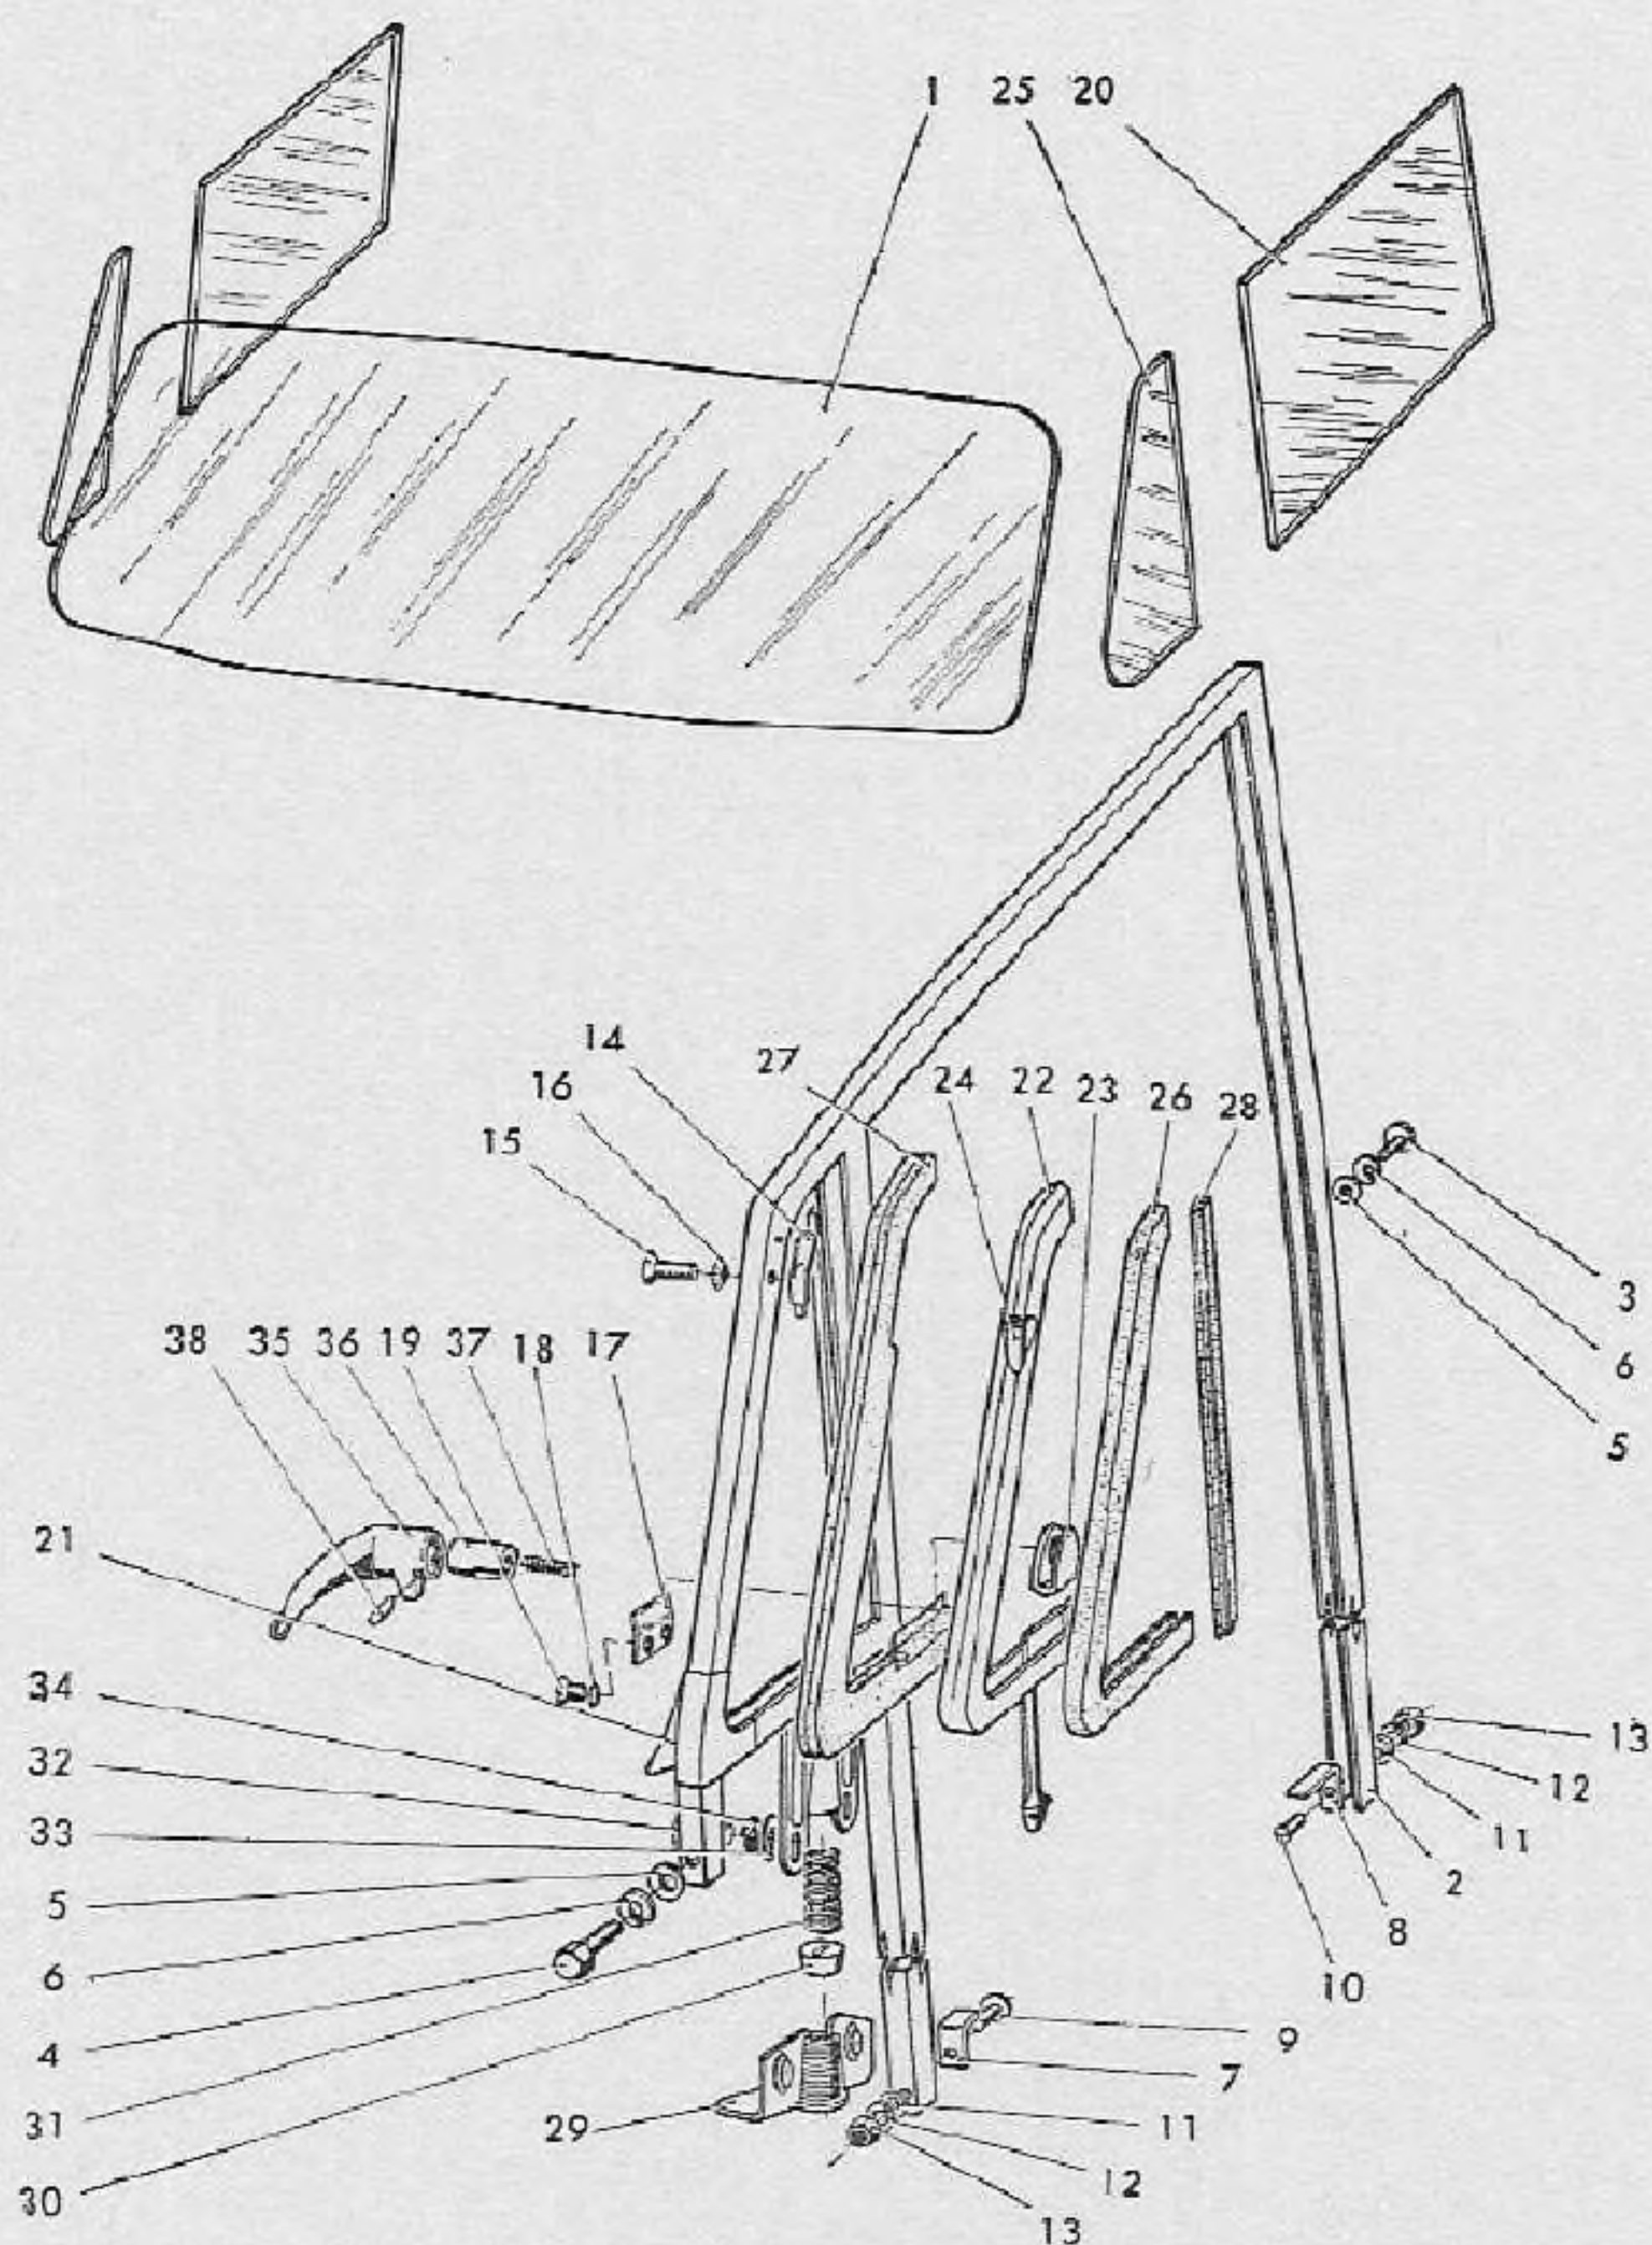

Fig. 228. — Ventanillas para puerta delantera y cristales del Sedan AU 1000 4p, y Universal.
3. Desmontar el marco de la ventanilla, bajando para ello el cristal hasta la mitad de su recorrido y quitando los tornillos 3, 4, 9 y 10 (fig. 228) que fijan el marco a la puerta; ejerciendo presión hacia arriba y con leves movimientos de vaivén, deslizar el marco hasta extraerlo.
El marco, en el extremo inferior de las guías para el cristal, donde van los tornillos de fijación 9 y 10 (fig. 228), tiene agujeros alargados que permiten acomodarlo como para que coincida con el contorno de la abertura de la carrocería. La pieza guía del aparato elevador tiene también un orificio radial alargado para la correcta ubicación del cristal con respecto al marco de la puerta. Para variar la posición, aflojar previamente la tuerca de fijación.
DESMONTAJE. — Sacar el asiento superior de la ventanilla (14, fig. 228) y girar totalmente la ventanilla. Ejercer presión hacia arriba hasta desalojar el eje inferior del marco.
MONTAJE. — Efectuar las mismas operaciones indicadas, en orden inverso. Los orificios de los tornillos que fijan el asiento inferior (29, fig. 228) son alargados, cosa que permite dar mayor o menor tensión al resorte del sistema, a fin de que la ventanilla quede fija en la posición en que se la quiera colocar.